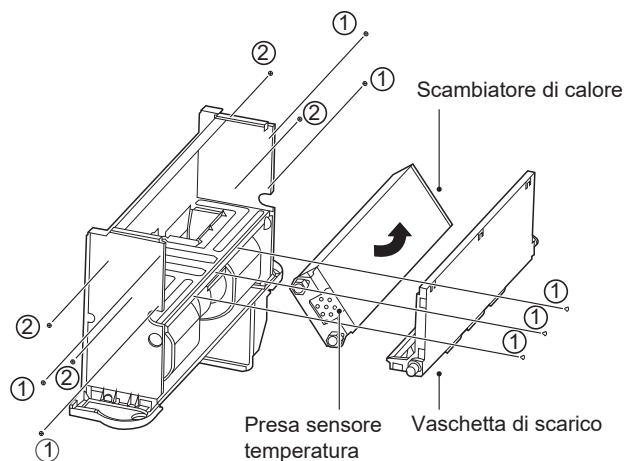

Figura 5-18
- Rimuovere le viti come illustrato in Figura 5-18 ①\*7 estrarre la vaschetta di scarico.
Ruotare la batteria nella direzione indicata in Figura 5-18.